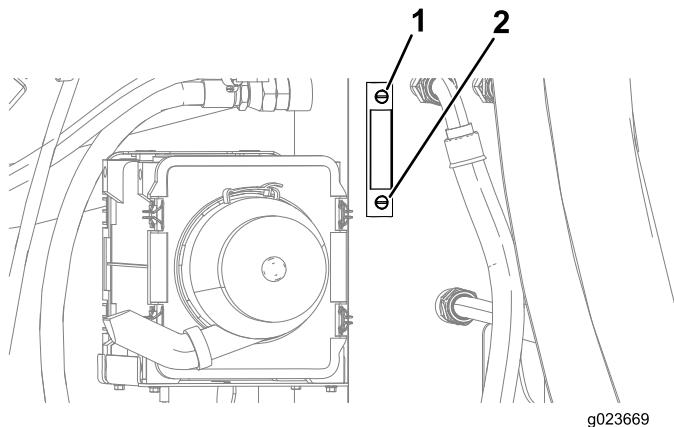

Figura 149
3. Observe la mirilla del depósito de aceite hidráulico y compruebe el nivel de aceite (Figura 149).